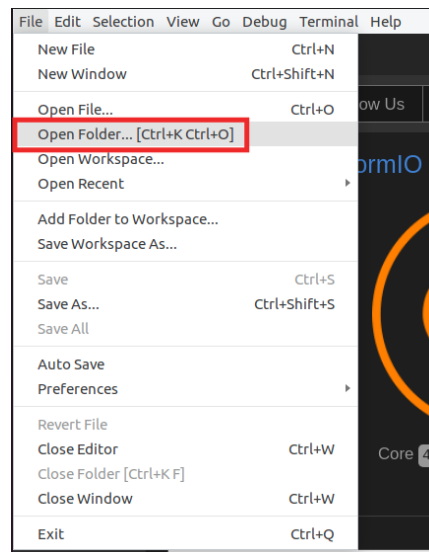

图81. 打开AL_Operations.S示例
3. 在顶部栏上，单击“*File*”（文件）→“*Open Folder...*”（打开文件夹...）（图81），然后导航至目录[RVfpgaPath]/RVfpga/examples/